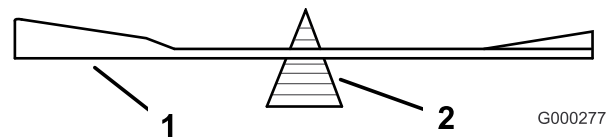
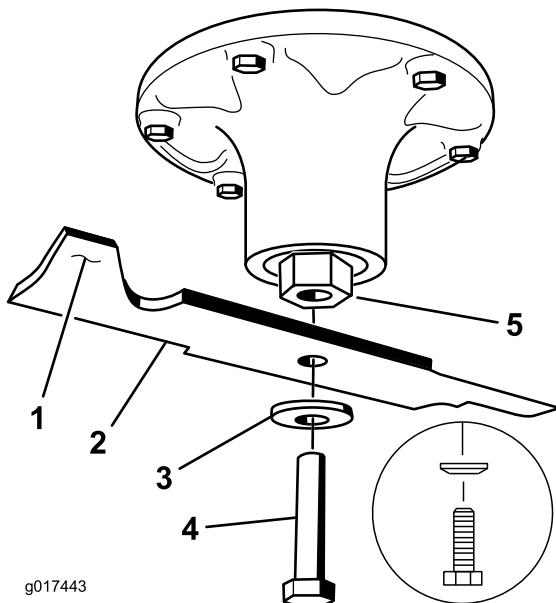

Figure 80
Figure 81
2. Vérifiez l'équilibre de la lame en la plaçant sur un équilibreur (Figure 80). Si la lame reste horizontale, elle est équilibrée et peut être utilisée. Si la lame est déséquilibrée, limez un peu l'extrémité de la partie relevée seulement (Figure 81). Répétez cette procédure jusqu'à ce que la lame soit équilibrée.
2. Mettez en place la lame, la rondelle élastique et le boulon de la lame. Le côté bombé de la rondelle élastique doit être dirigé vers la tête du boulon (Figure 81). Serrez le boulon à un couple de 115 à 150 Nm (85 à 110 pi-lb).